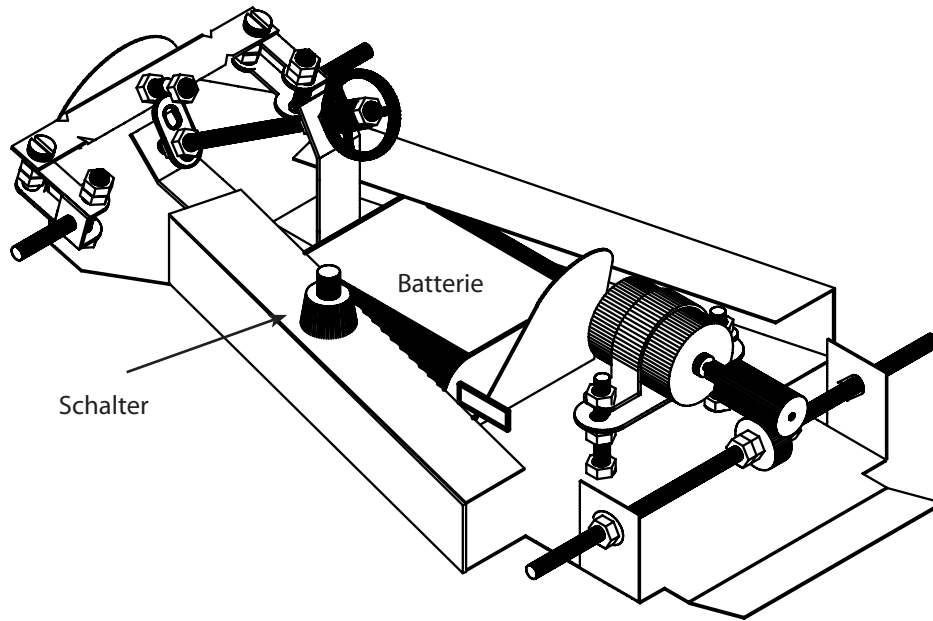

Abb. 7
- Vormontierte Lenksäule mit zwei Schrauben M4 x 10 mm auf dem Chassis befestigen (Abb. 7).